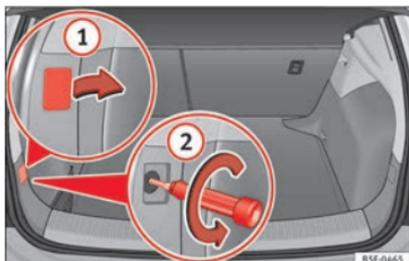

Fig. 217 Bagagliaio: posizione della vite di fissaggio del fanale di coda.
ta rientranza e togliere la copertura dall'apertura » **fig. 217** ①.
- Svitare con cautela la vite sottostante dopo averla allentata in senso antiorario con un cacciavite (freccia) » **fig. 217** ②.